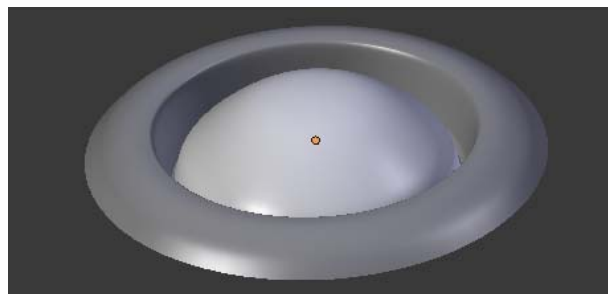

Figura 5.157
15. Comece por dar a forma base à ocular procedendo a um conjunto de extrusões e escalamentos a partir de uma malha Circle com 16 vértices, figura 5.157.